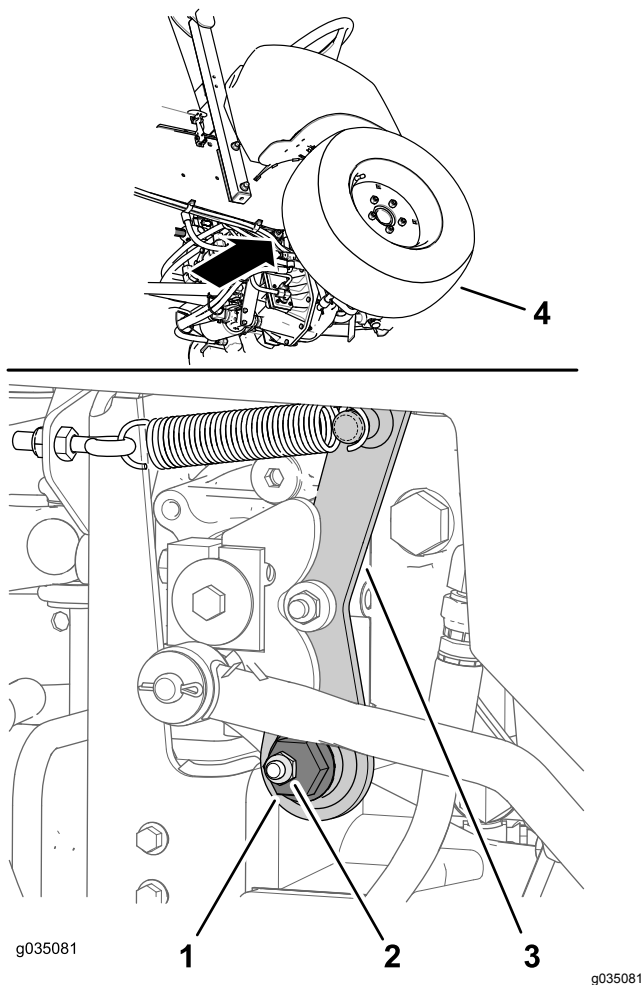

Figura 67
1. Localice la excéntrica hexagonal a la derecha de la bomba hidráulica, debajo de la consola de control (Figura 67).
2. Afloje la tuerca de retención hasta que pueda mover la excéntrica hexagonal (Figura 67).
4. Gire la excéntrica hexagonal en sentido antihorario hasta que la rueda delantera empiece a girar hacia adelante, y luego gire la excéntrica hexagonal en sentido horario hasta que la rueda delantera empiece a girar hacia atrás (Figura 67).